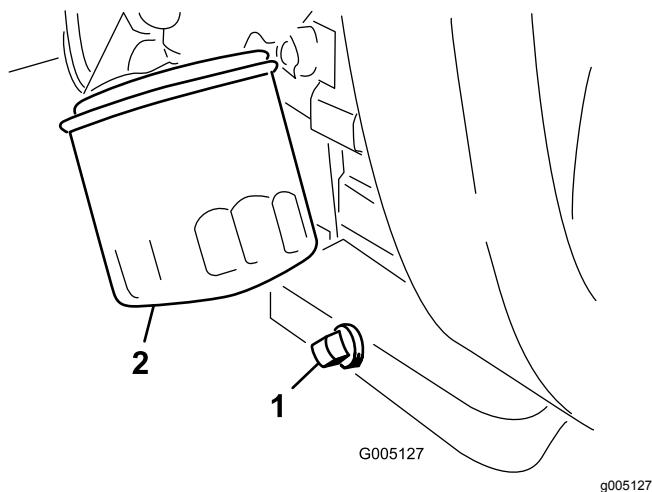

Bild 31
1. Entfernen Sie die Ablassschraube (Bild 31) und lassen Sie das Öl in die Auffangwanne ab.
2. Reinigen Sie das Gewinde der Ölablassschraube, bringen Sie etwas PTFE-Dichtmittel auf und schrauben Sie die Ablassschraube wieder auf (Bild 31).
3. Entfernen Sie den Ölfiter (Bild 31).